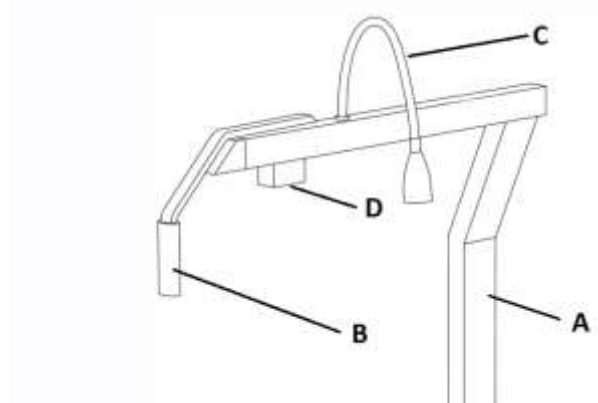

Abbildung 9: Physiologisch vorgeneigter Phoro-Opterarm (starr)
- physiologisch vorgeneigte Phoro-Opterarm (starr) mit Phoro-Opterschiene (Abbildung 9)